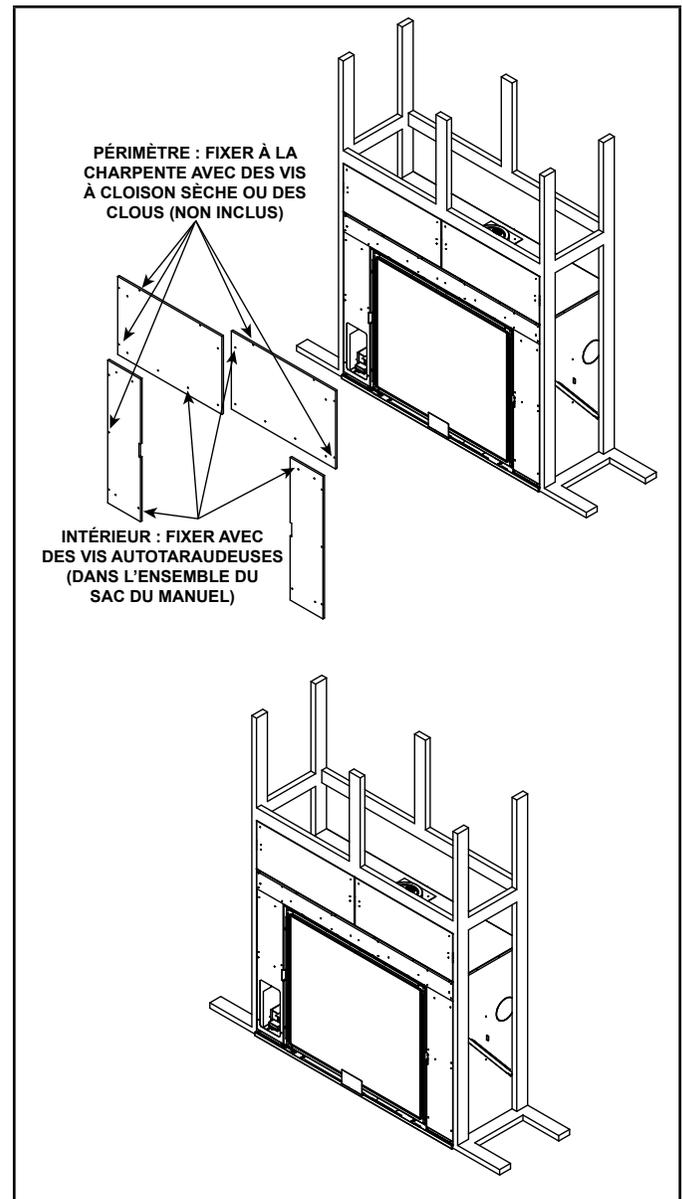

Figure 6.7 Installation du matériau de revêtement incombustible
- Centrez et attachez les planchettes supérieures aux éléments de la charpente. Voir la figure 6.7.
- Utilisez les attaches du paquet (le sac du manuel) pour les vis qui les maintiendront au foyer. Voir la figure 6.7.
- Utilisez des vis à placoplâtre ordinaires, ou des clous, pour fixer le périmètre du matériau de revêtement incombustible à la charpente de bois. Voir la figure 6.7.